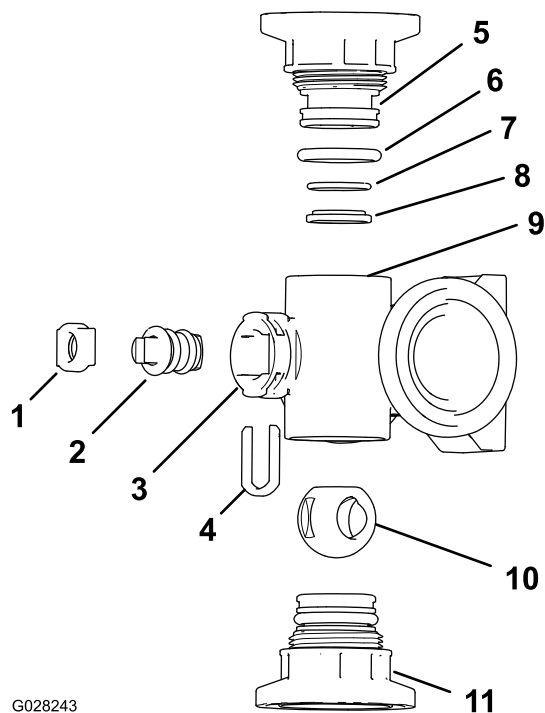
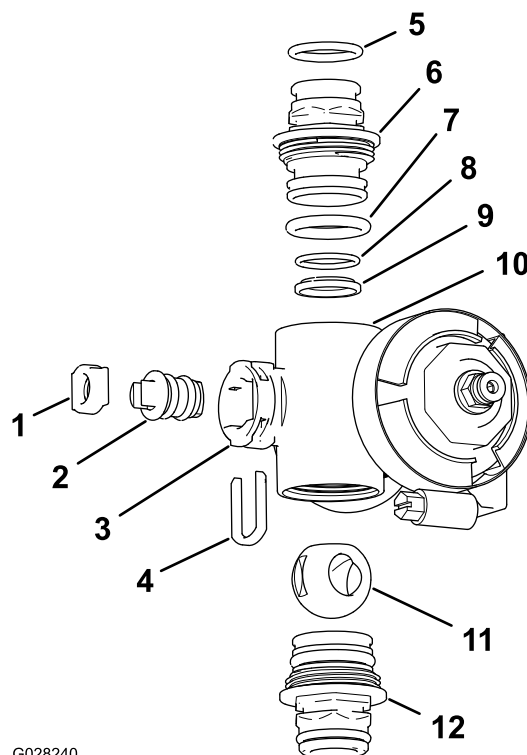

Рисунок 78
Рисунок 79
2. Снимите два штуцера торцевой крышки в сборе с каждого конца корпуса коллектора (Рисунок 78 и Рисунок 79).
4. Извлеките держатель штока из пазов в отверстии штока в коллекторе (Рисунок 78 и Рисунок 79).
5. Снимите держатель штока и седло штока клапана с коллектора (Рисунок 78 и Рисунок 79).
6. Просуньте руку внутрь корпуса коллектора и извлеките оттуда шток клапана в сборе (Рисунок 78 и Рисунок 79).
1. Проверьте состояние уплотнительных колец выпускных штуцеров (только коллектор клапана секции), уплотнительных колец торцевых крышек, задних уплотнительных колец седла и седла шарового клапана на отсутствие повреждений или износа (Рисунок 78 и Рисунок 79).
2. Нанесите силиконовую консистентную смазку на шток клапана и вставьте его в седло штока клапана (Рисунок 78 и Рисунок 79).
3. Вставьте шток и седло клапана в коллектор и закрепите шток и седло держателем штока (Рисунок 78 и Рисунок 79).
4. Убедитесь, что заднее уплотнительное кольцо седла и седло шарового клапана выровнены и правильно установлены в штуцере торцевой крышки (Рисунок 78 и Рисунок 79).
5. Установите штуцер торцевой крышки в сборе на корпус коллектора так, чтобы фланец штуцера торцевой крышки касался корпуса коллектора (Рисунок 78 и Рисунок 79), затем поверните штуцер торцевой крышки еще на $\frac{1}{8}$ – $\frac{1}{4}$ оборота.